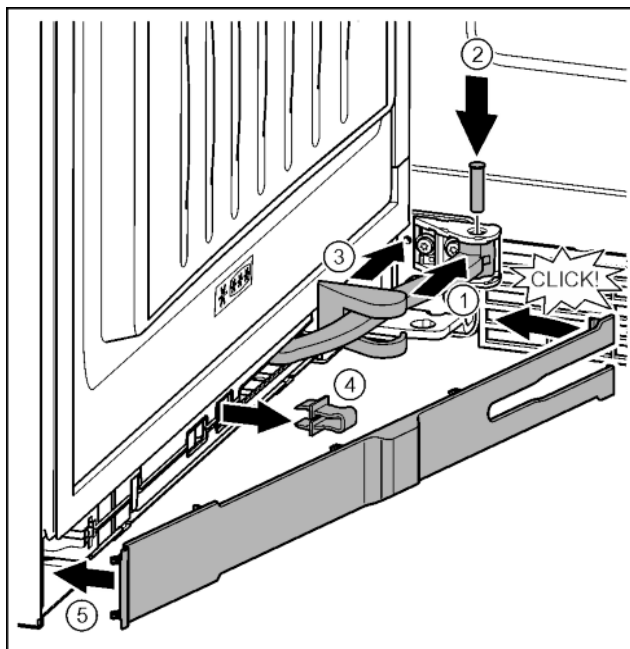

Fig. 38
- ▶ Przegub obrócić w mocowaniu. Fig. 38 (1)
- ▶ Przy pomocy śrubokręta T15 sworzeń umieścić w mocowaniu i przegubie. Przy tym zwrócić uwagę, aby krzywka zatrzaskowa została prawidłowo umieszczona w rowku. Fig. 38 (2)
- ▶ Osłonę płytki zawiasu przesunąć wzdłuż przegubu i zamontować nad mocowaniem. Fig. 38 (3)
- ▶ Zdjąć zabezpieczenie. Fig. 38 (4)
- ▶ Zaślepkę założyć od strony uchwytu i przechylić. Fig. 38 (5)